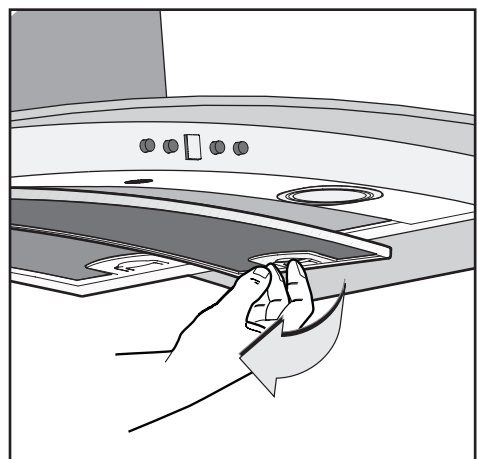

Fig.5
• Det minimala avståndet mellan kokkärlens underlag på kokhällen och spisfläktens nedre del måste vara minst **65 cm**. I det fall ett anslutningsrör används som består av två eller flera delar, måste den övre av delarna träs utanpå den under delen. Anslut inte kåpan utloppsrör till luftkanaler i vilka varmluft cirkulerar, eller kanaler som används för att evakuera rök från apparater som drivs med annan typ av energi än elektrisk energi. För att förenkla handhavandet av apparaten ska antifettfiltret/-en tas ur innan monteringsmomenten påbörjas (Fig.5).